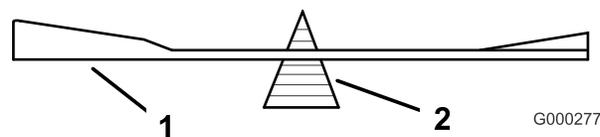
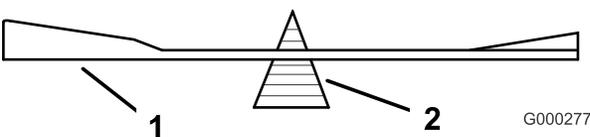

Figure 82
Figure 83
2. Retirez le boulon, la rondelle élastique et la lame de l'axe (Figure 83).
2. Vérifiez l'équilibre de la lame en la plaçant sur un équilibreur (Figure 82). Si la lame reste horizontale, elle est équilibrée et peut être utilisée. Si la lame est déséquilibrée, limez un peu l'extrémité de la partie incurvée seulement (Figure 83). Répétez la procédure jusqu'à ce que la lame soit équilibrée.